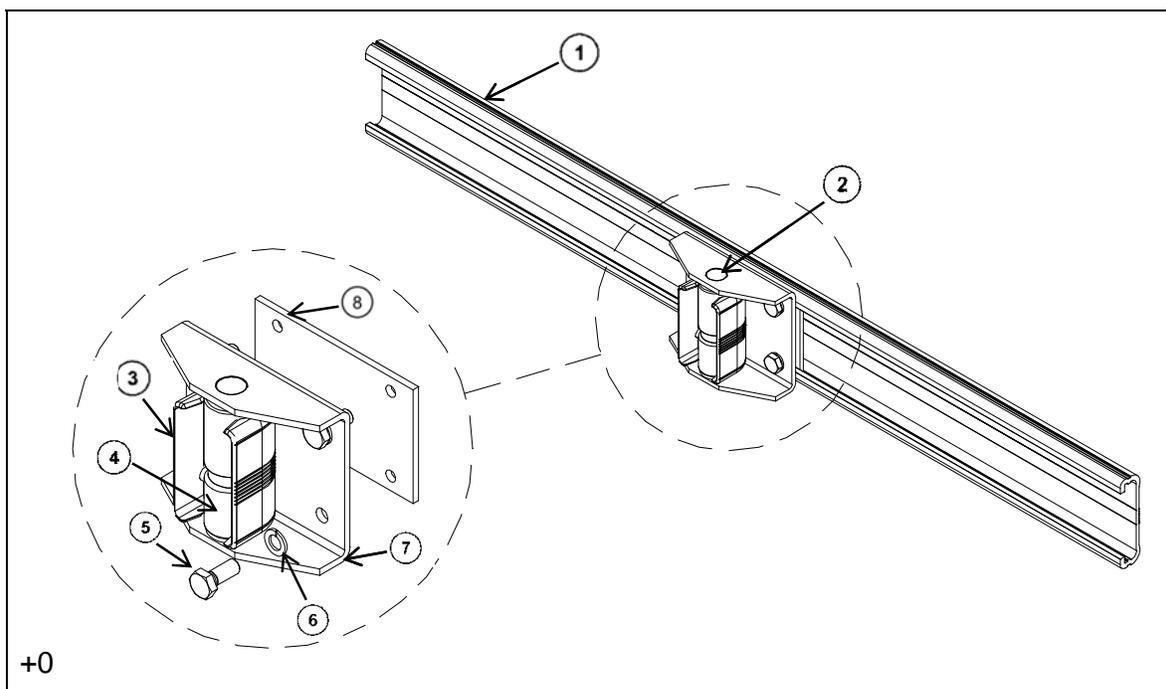

Figure 8
- ◆ Vérifiez avec soin le produit à sa réception. S'il y a des pièces manquantes (voir Figure 8) ou endommagées, veuillez ne pas l'installer. Organisez la réparation ou le remplacement de toute pièce défectueuse en communiquant avec votre distributeur local.